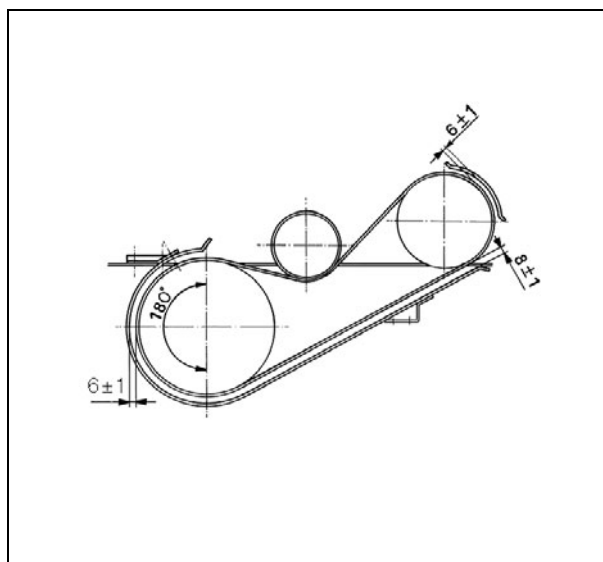

Рисунок 39
- Отрегулируйте длину пружины (F) натяжителя ремня до 100 мм. Ослабьте болты (G) и (H), выполните регулировку при помощи винта (D) и затяните болты. При установке нового ремня пружину можно отрегулировать до 97 мм, так как новый ремень слегка растянется через некоторое время.
- После установки направляющих ремня отрегулируйте их, как показано на (Рис. 39).